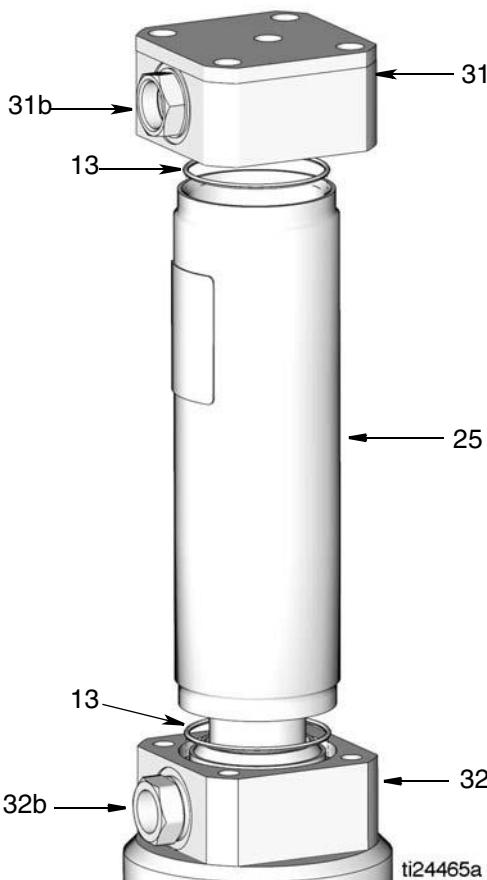

Рис. 15
4. Установите нижнюю крышку цилиндра (32) на цилиндр (25) таким образом, чтобы соединительные тяги (38) попали в соответствующие отверстия в верхней крышке цилиндра (31).
**ПРИМЕЧАНИЕ.** При установке нижней крышки цилиндра (32) на цилиндр (25), следите за тем, чтобы отверстие (31b) в верхней крышке цилиндра (31) располагалось на одной линии с отверстием (32b) в нижней крышке цилиндра (32). Убедитесь в том, что в верхней и нижней крышке цилиндра установлены уплотнительные кольца (13), как показано на Рис. 15.